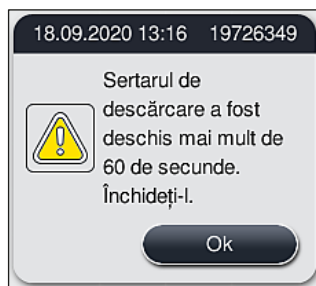

Fig. 89
- Dacă sertarul de descărcare rămâne deschis un timp mai lung de 60 secunde, utilizatorul va fi atenționat asupra acestui lucru printr-un mesaj de informare (→ "Fig. 89").